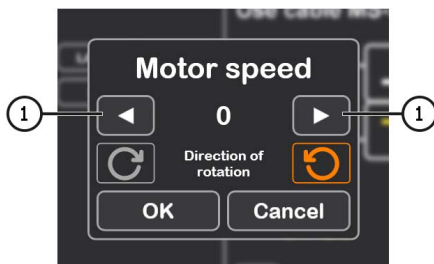

Рисунок 22
3.1. Після активації режиму діагностики відкриється вікно попередньої перевірки генератора див. рис. 22.
4. Після натискання на кнопку "Automatic test" з'явиться вікно попередньої перевірки генератора, див. рис. 22.